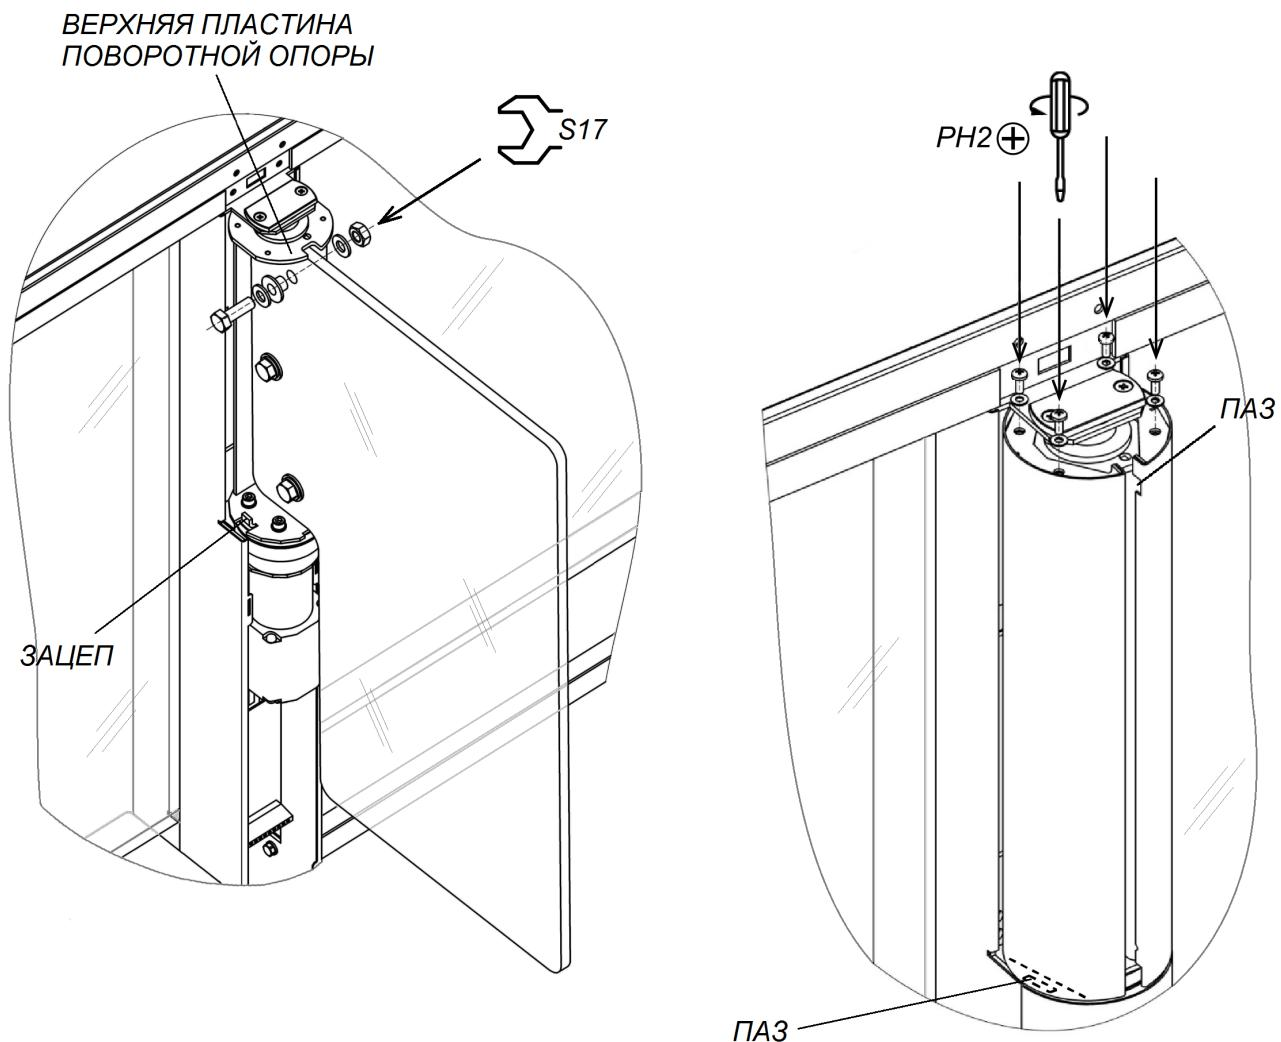
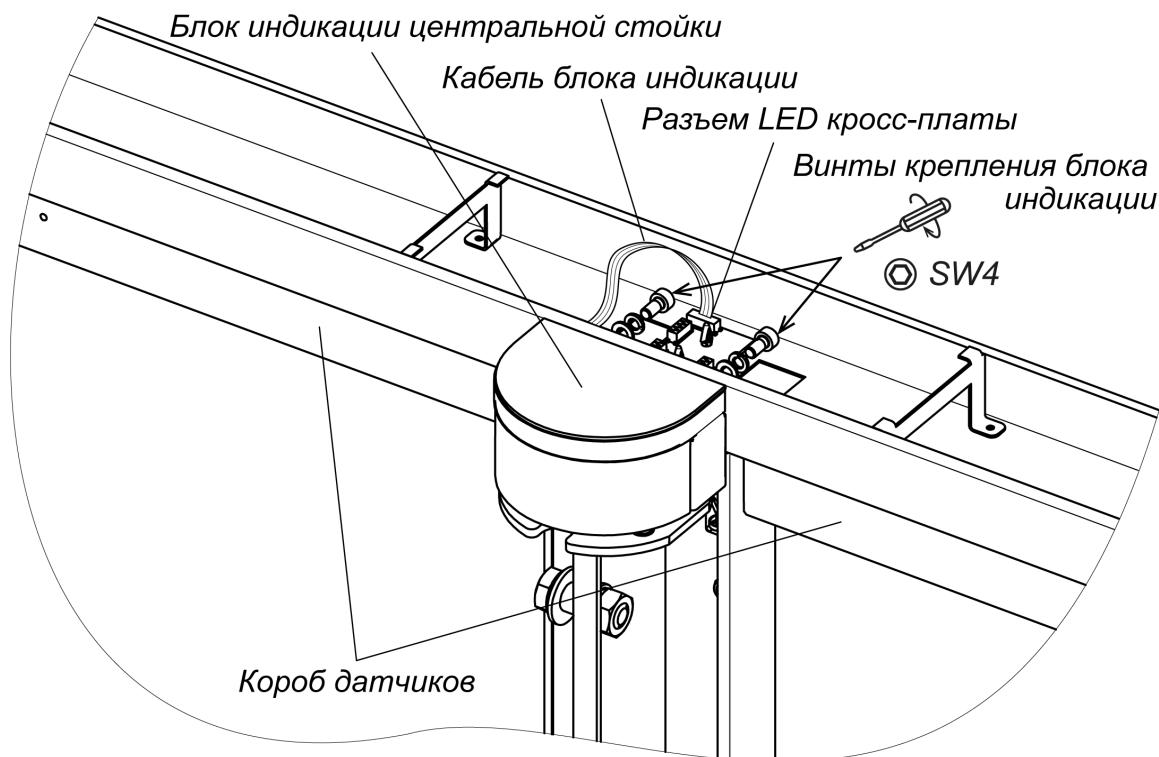
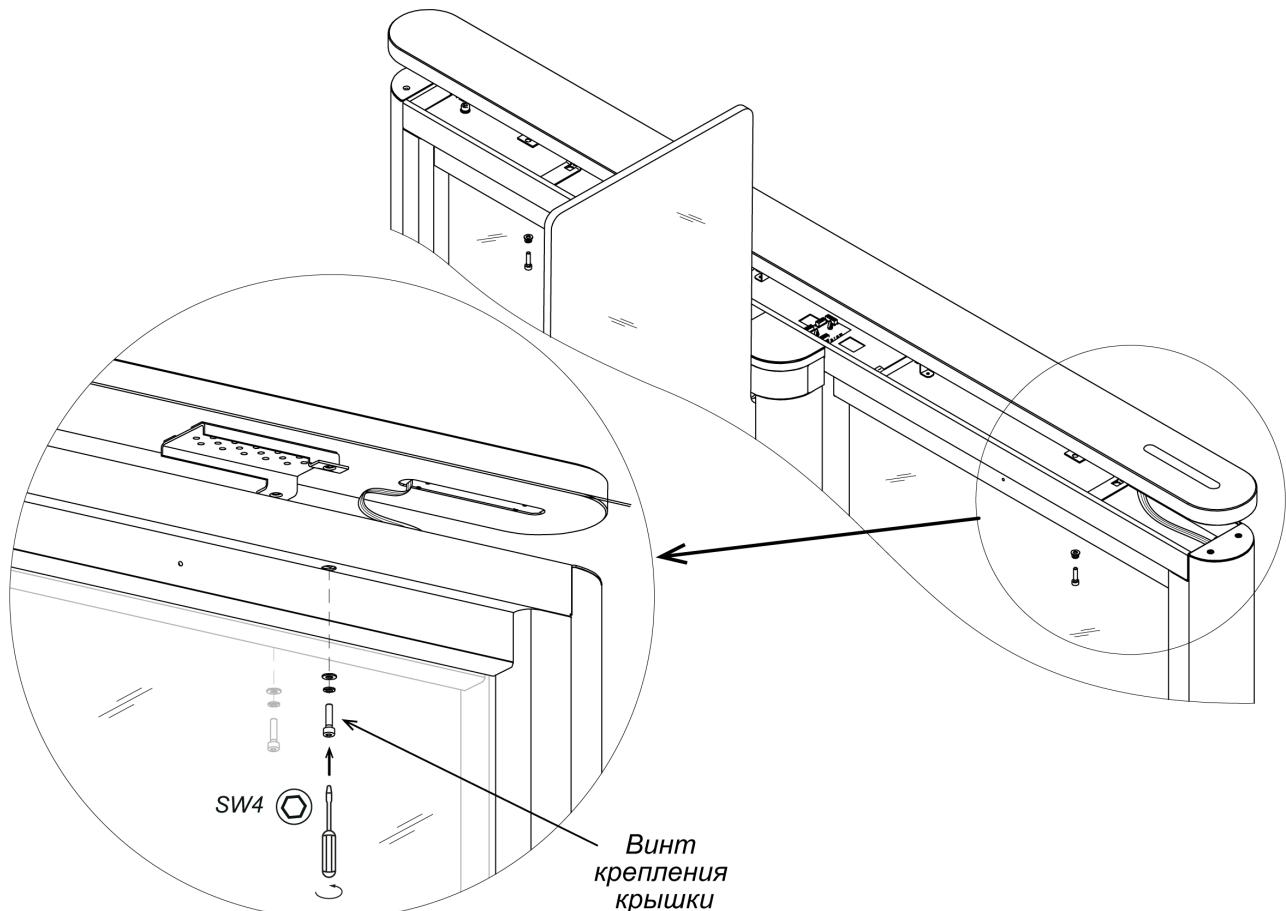

Рисунок 21. Створка и кожух створки
Рисунок 22. Монтаж блока индикации центральной стойки
Рисунок 23. Монтаж верхней крышки турникета
22. Распакуйте стеклянные створки (4) и произведите их монтаж (рис. 21, разд. 8.9.3).
23. Установите кожухи створок (3) из комплекта принадлежностей (рис. 21, разд. 8.9.4).
24. Установите на свои места передние панели боковых стоек (10) (разд. 8.9.2). После установки проверьте, чтобы верхний край панелей находился на одном уровне с корпусом секции.
25. Установите блоки индикации центральных стоек (5) (см. рис. 22, разд. 8.9.5) (взять в комплекте принадлежностей).
26. Установите верхние крышки секций (6) (см. рис. 23, разд. 8.9.6).
32. Установите кожухи центральных стоек (2) (разд. 8.9.1).
Снятие или установку створки (4) производите вдвоем. Створка к поворотной опоре крепится в трех местах при помощи болтов M10×30, шайб 10, втулок пластиковых и гаек M10 (см. рис. 21). Используйте рожковые ключи S17.
2. Смонтируйте одну из частей кожуха на поворотную опору створки. Для этого оденьте кожух на верхнюю пластину поворотной опоры через пазы в верхней части кожуха, после чего сдвиньте кожух вниз до конца, введя нижний паз кожуха в зацеп, расположенный в нижней части поворотной опоры (см. рис. 21).
Для установки блока индикации центральной стойки (5) (см. рис. 22):
3. Установите блок индикации на площадку, расположенную над поворотной опорой створки, и при помощи шестигранного ключа SW4 зафиксируйте его на верхнем коробе стойки (7), используя два винта M5×10 с плоскими и пружинными шайбами из комплекта поставки.
Снятие блока индикации центральной стойки производится в обратном порядке. Перед этим необходимо демонтировать с секции турникета верхнюю крышку секции (6) (см. разд. 8.9.6, рис. 23).
Порядок монтажа верхних крышек секций (рис. 23):